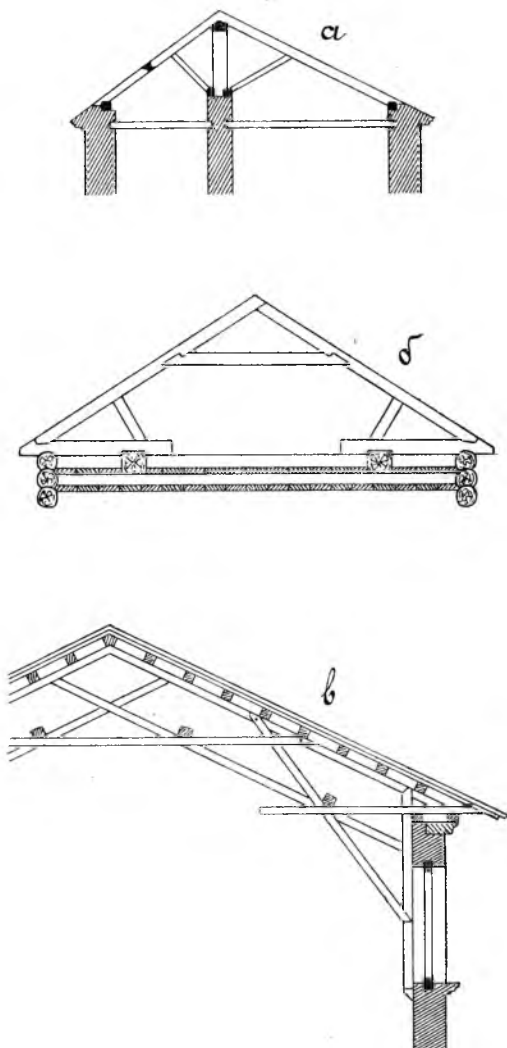

Рис. 76. Стропила: а—наклонные стропила, б — висячие стропила, в — кружальные стропила.
**Наслонные стропила** (рис. 76а). У таких стропил оба конца каждой ноги лежат на опорах; один конец на наружной стене, а другой — на внутренней.
**Висячие стропила** (рис. 76б) это такие, у которых только нижние концы упираются в стены, а верхние сходятся друг с другом.
**Кружальные стропила** (рис. 76в) это такие, где ноги поддерживаются арками или многоугольником с большим числом сторон.
Висячие стропила устраиваются там, где не имеется внутренних капитальных стен, например: в сараях, манежах и т. д. Ноги стропил соединяются затяжкой, а при небольших пролетах можно обойтись и без нее, поставив перекладину так, как показано на рисунке, и уперев концы ног в брусья, лежащие одним концом на стене, а другим на прогоне (рис. 76б).